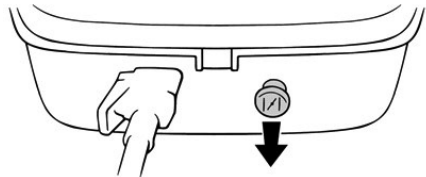

Рис. 31 Рычаг управления
2. Если двигатель лодочного мотора холодный, перед запуском вытяните рычаг управления воздушной заслонкой (закрытое положение) (Рис. 31). После запуска двигателя полностью задвиньте рычаг.